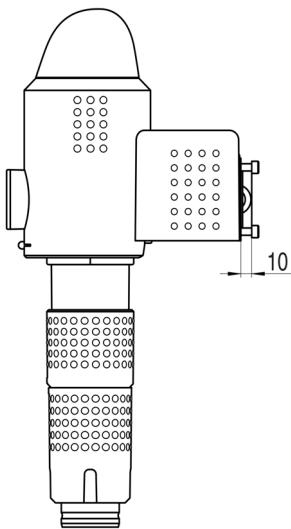

Fig. 4 : Ecart entre vis et boîtier
- Vissez les vis de l'armature de sécurité anti fuites (cf. fig. 4) jusqu'à concurrence d'un écart de 10 mm par rapport au plan de la bride, dans le filtre de protection à rétralavage ou la station d'eau domestique.
- Vissez les vis de l'armature de sécurité anti fuites (cf. fig. 4) jusqu'à concurrence d'un écart de 10 mm par rapport au plan de la bride, dans le filtre de protection à rétrolavage ou la station d'eau domestique.